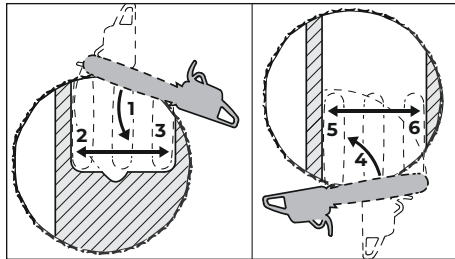

Рис. 28
- Вершина направляющей шины перед недопилом входит в дерево (рис. 28, поз. 1) – вести мотопилу абсолютно горизонтально и отводить как можно дальше
- Сформировать основной пропил до недопила (рис. 28, поз. 2)
- Основной пропил сформировать до защитного ремня (рис. 28, поз.3)
- Вершина направляющей шины перед удерживающим ремнем входит в дерево (рис. 28, поз. 4)
- Сформировать основной пропил до недопила (рис. 28, поз. 5)
- Основной пропил сформировать до защитного ремня (рис. 28, поз. 6)